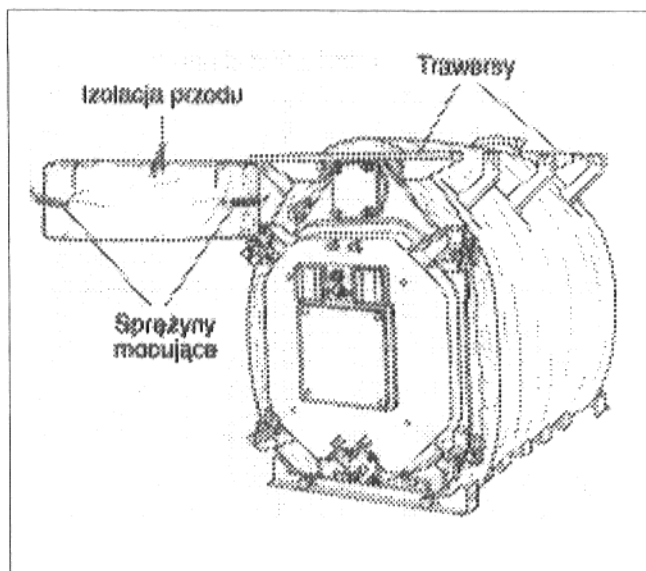

Rys. 30
- Przykręcić trawersy (belki poprzeczne) na górze, z przodu i z tyłu, za pomocą śrub M8 x 16 do obu skrajnych członów. Zagięcia muszą być skierowane na zewnątrz (rys. 30).
- Nałożyć trawersy wzdłużne na wsporniki znajdujące się na członie przednim i tylnym (rys. 30).